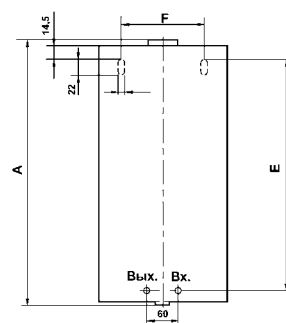

Рис. 2
- На рис.2 приведены установочные размеры для крепления изделия к стене.